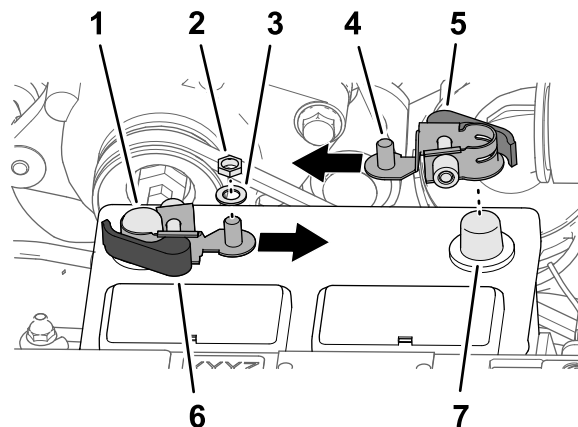

图 206
- 拆下红色和黑色手柄快速连接夹具上的六角螺母和垫圈 图 206。
3. 如图 206 所示将快速连接夹具安装到电池负极上使夹具的螺纹柱朝向电池中心对齐。